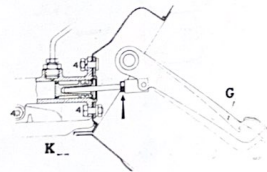

Fig. 8.3. Sección longitudinal del cilindro principal con el pedal de mando.
Desenroscar los tres tornillos o tuercas (4) (Fig. 8.3) según modelos de sujeción del cilindro principal a la carrocería y extraerlo.
Regular a continuación la carrera libre del pedal (G) (fig. 8.3) que debe ser como mínimo de 5 mm. y el juego (K) entre el vástago y el pistón que deberá ser de 1 mm.